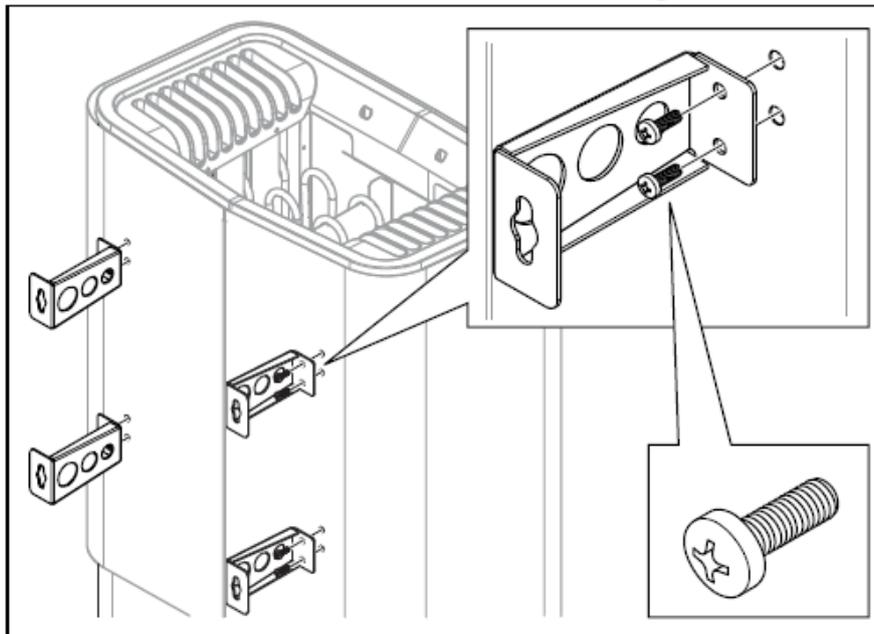

Figure 10: Attaching the brackets to the heater
8. Svitare le prime due viti sul retro del riscaldatore e avvitare una delle quattro staffe in posizione. Ripetere la procedura fino al montaggio di tutte le staffe vedi Fig. 10.